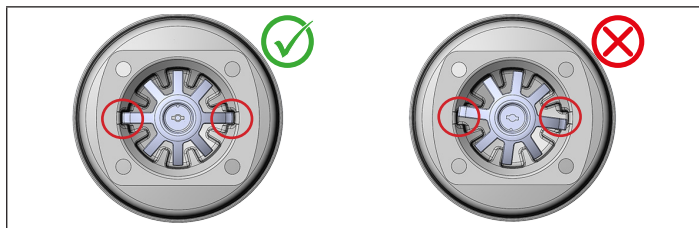

Bild 11: Korrekte und nicht korrekte Lage des Druckstücks
▶ Auf die korrekte Lage des Druckstücks achten (s. „Bild 11“).